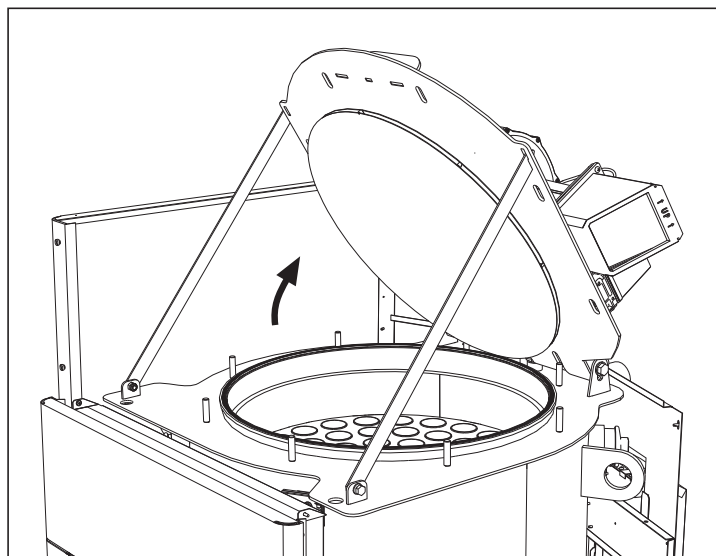

fig. 67
- Aprire la porta bruciatore e bloccarla con le staffe di sostegno (fig. 67).